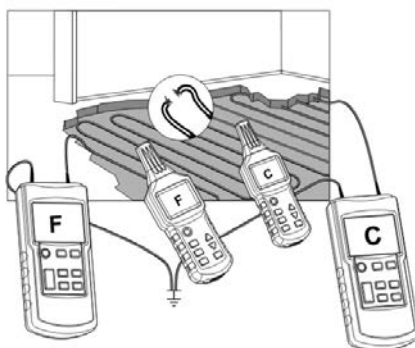

Fig.13b
- Conecte los dos transmisores (si se utilizan dos transmisores) como se indica en la Fig. 13b.